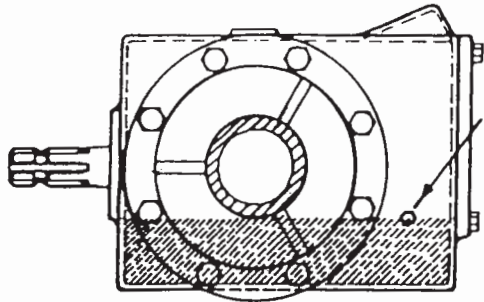

Fig. 1
- 6.- Nous recommandons pour la bonne conservation de la prise de force, laisser un jeu de 5 cm. quand l’appareil est placé en position travail (fig.1) Si vous ne pouvez pas faire le réglage correct, il faut rectifier la position de la machine, avec l’aide du fuseau du troisième pont.